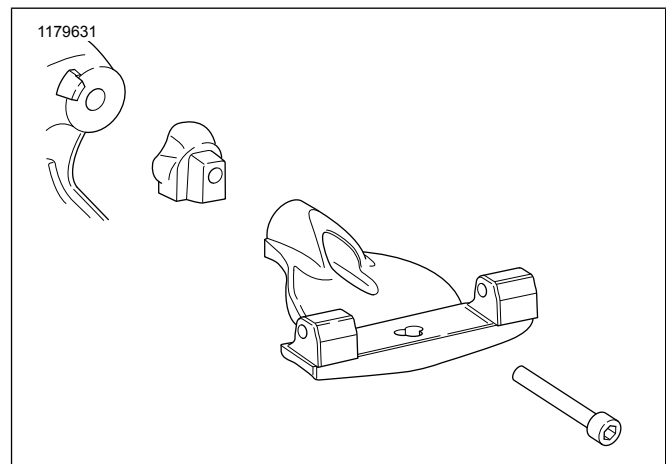
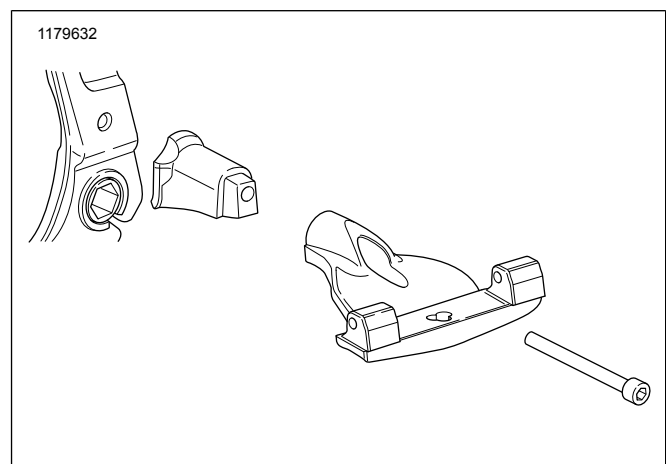

Figura 1. Instalação do lado direito: FXBR/S, FXBB, FLFB/S, FLSL, FXLR
Figura 2. Instalação do lado direito: FLSB, FLHC, FLDE
2. Para modelos **FXBR/S, FXBB, FLFB/S, FLSL e FXLR**, veja Figura 1. Para modelos **FLSB, FLHC e FLDE**, veja Figura 2. Posicione o suporte do estribo. Aplique Loctite 243 Threadlocker no parafuso Allen e insira-o pelo conjunto do estribo e do adaptador correto no furo de montagem.